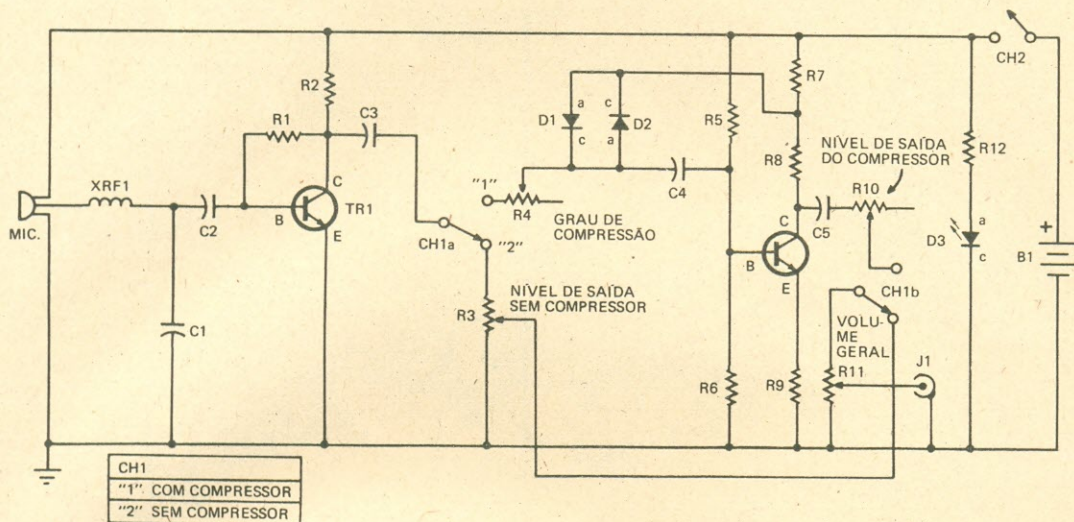

Fig. 1 — Diagrama esquemático do "Microfone de Ganho".
vertical, dependendo do modelo, as antenas externas de TV são sempre polarizadas horizontalmente e são, igualmente, "direcionais" em sua recepção, uma vez que recebem o máximo do sinal transmitido de uma determinada direção (Fig. 1).
Fig. 1 (A) – As antenas de transmissão podem ser polarizadas vertical ou horizontalmente, enquanto as antenas de TV são sempre horizontais e igualmente direcionais (B).
A Fig. 1 mostra o diagrama esquemático do "Microfone de Ganho". O microfone de eletre-